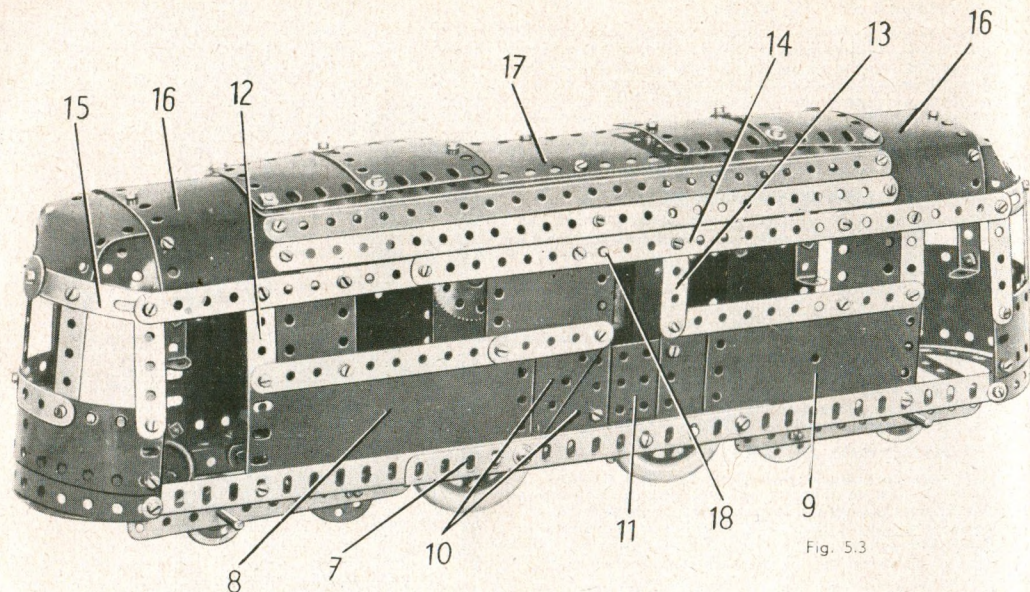

Fig. 5.3
Le côté qui apparaît sur la figure 5.3 est fixé sur un longon (7) formé, comme le (1) par deux cornières de 25 trous se recouvrant sur 15 trous. Ce côté est recouvert par une plaque flexible de 14×6 cm. (8) la moitié d'une plaque à charnière (9), deux plaques flexibles triangulaires de 6×5 cm. (10) et une plaque à rebords de 6×4 cm. (11). Le côté est prolongé vers le haut par deux bandes coudées de 60×12 mm. (12), une bande de 5 trous (13), deux plaques flexibles de 6×4 cm. et une de 6×6 cm. Les bords supérieurs des plaques sont renforcés par une bande (14) formée d'une bande de 25 trous et d'une de 11 trous. Les côtés une fois terminés sont réunis à chaque extrémité par une bande de 7 trous boulonnée sur les cornières (1) et (7).